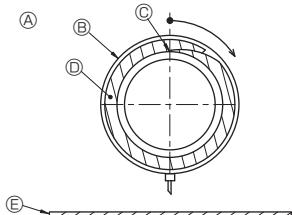

Fig. 4-4
5. Aíslle el puerto de drenaje y el tubo de desagüe con material aislante ⑨ y sujetelos con una banda. (Tanto la banda como el material aislante vienen incluidos con el equipo.) (Fig. 4-4)
[Fig. 4-4]